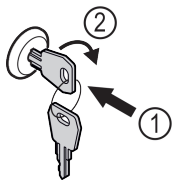

Fig. 94
- ▶ Sæt nøglen i Fig. 94 (1).
- ▶ Drej nøglen 90° med uret Fig. 94 (2).